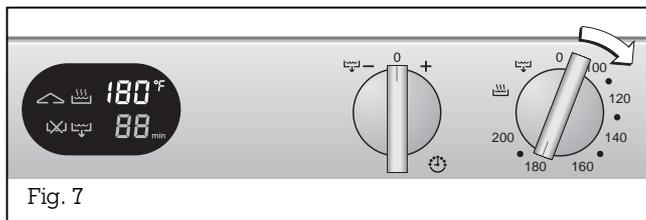

Fig. 7
- **Placez le bouton** « Température » sur la valeur souhaitée ou sur la position « cuisson vapeur » (fig. 7).